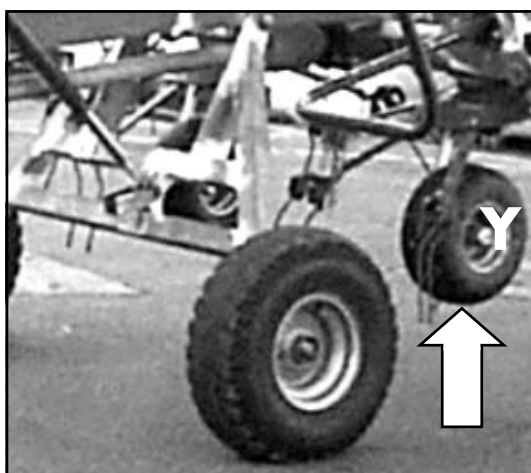

Bild 3-12
2. Fahrwerkszylinder ausfahren bis Räder (Y) ca. 10 cm vom Boden abheben. (Bild 3-12)